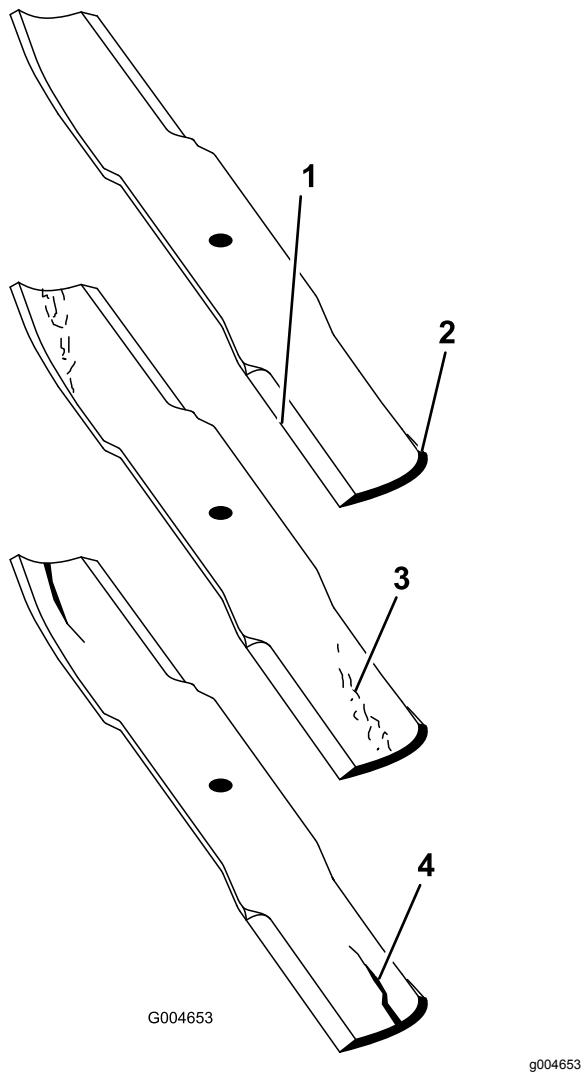

Figura 113
- Examine cuidadosamente los extremos de corte de la cuchilla, sobre todo en el punto de reunión entre la parte plana y la parte curva de la cuchilla (Figura 113). Puesto que la arena y cualquier material abrasivo pueden desgastar el metal que conecta las partes curva y plana de la cuchilla, compruebe la cuchilla antes de utilizar el cortacésped. Si se aprecia desgaste (Figura 113), cambie la cuchilla.